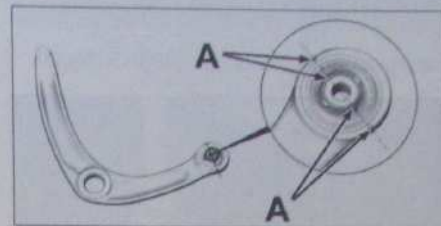

Fig. 22
- Repérer la position angulaire de l'articulation élastique arrière sur bras inférieur de suspension (A) (Fig.22).